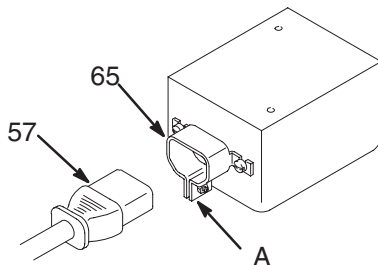

Fig. 2
1. **Brancher le cordon d'alimentation (57)** à la prise d'entrée de courant située en-dessous du moteur. Bien serrer la vis (A) de l'attache de blocage (65) du cordon. Voir Fig. 2. Si le cordon d'alimentation utilisé ne comporte pas de prise mâle, demander à un électricien qualifié d'installer une prise adéquate.